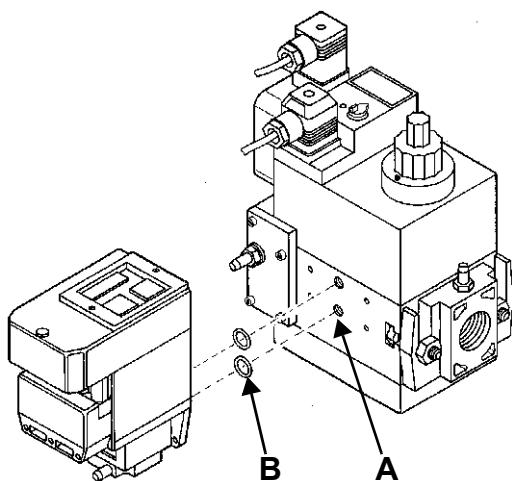

Рис. 19
- 2 Замерить давление газа **A** и **B** (см. Рис. 19)